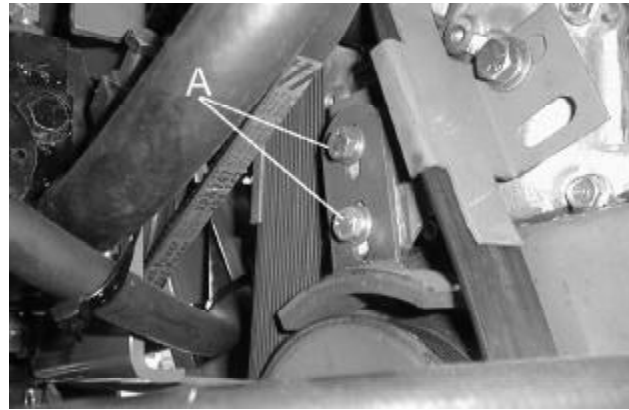

Fig.30
**Nachstellen der Schneidzylinderbremse (Abb.30)**
- (b) die Schrauben (A, Abb. 30), welche den Bremsbelag am Hauptgestell halten, lockern. Den Bremsbelag nach unten bis, bis er mit der Rillenscheibe in Kontakt ist.
Der Einstellhebel befindet sich rechts am Sitz unter dem Sitzpolster (B ABB.30). Wenn der Hebel vom Sitz weggeschoben wird, kann der Sitz nach vorne und hinten gleiten. In der gewünschten Position wird der Hebel in einer der Einrastpositionen losgelassen.
### **Justering av skär cylinderbroms (fig. 30)**
- (b) Lossa skruvarna (A fig. 30) som håller bromsbacken vid chassit. Dra backen nedåt till dess att den kommer i kontakt med remskivan.
Justerspaken är placerad på sitsens högra sida under sätesdynan (B fig. 30). Genom att föra spaken från sitsen kan sitsen skjutas framåt eller bakåt. Släpp spaken är sitsen är i önskat läge.